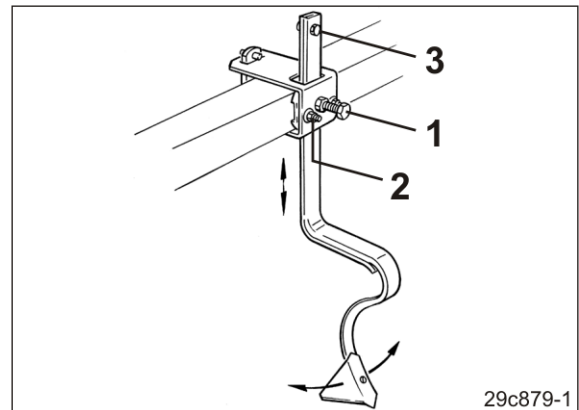

Bild 185
- 1.1 Lossa kontramutter och sexkantskruv (Bild 185/1).
- 1.3 Lossa två muttrar (Bild 185/2) och sväng spårluckraren för traktorhjul.
Säkringsskruven (Bild 185/3) förhindrar att spårmarkören går förlorad om fästskruven lossnar.